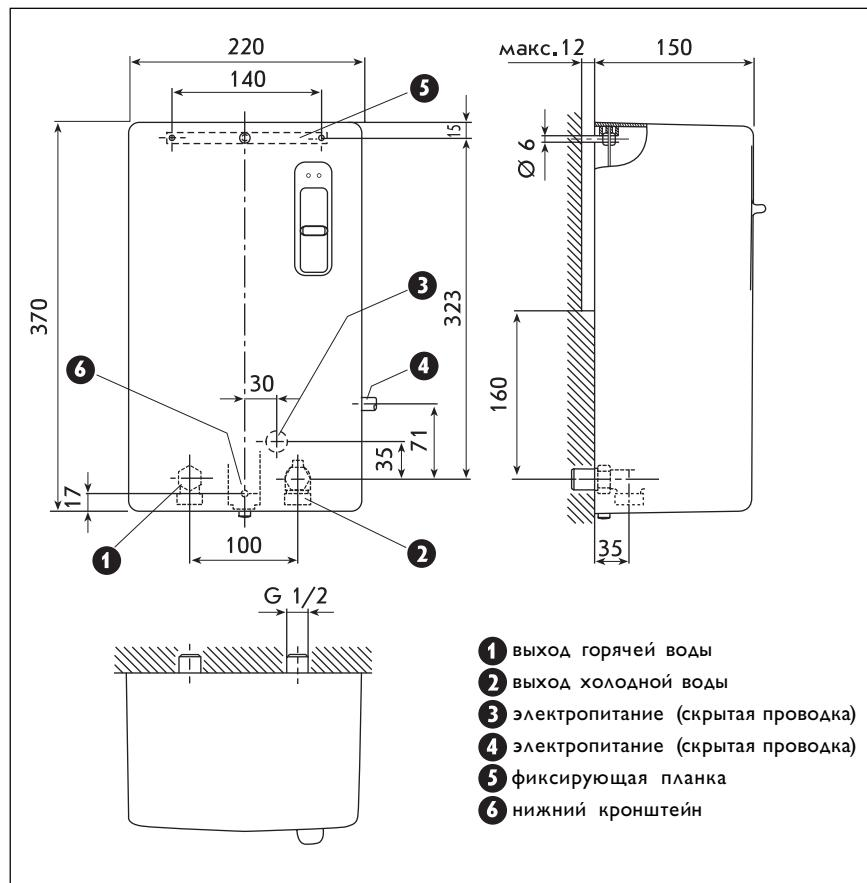

Рис. 2
Прибор типа DHA следует устанавливать в вертикальном положении (согласно рис.2), как можно ближе к точкам предполагаемого водозабора.
Укрепите прибор на стене (см. рис. 2), закрепив как верхнюю, так и нижнюю часть прибора.
Размеры подключений - см. рис. 2
- закрепите крепежную планку (см. рис. 2). Используйте шурупы 4,5 x 35 мм.
- укрепите прибор на крепежной планке с помощью шестигранной гайки. При этом возможно появление неровностей, напр. из-за смещения кафельной плитки, не более 12 мм. (см. рис. 2)